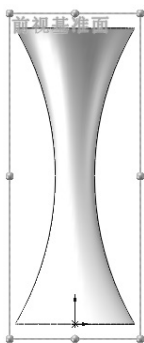

图 5-41 设置的基准面 1
5) 设置基准面。在左侧的 FeatureMannger 设计树中用鼠标选择“前视基准面”，然后单击“标准视图”工具栏中的“正视于”按钮，将该基准面作为绘制图形的基准面，结果如图 5-41 所示。